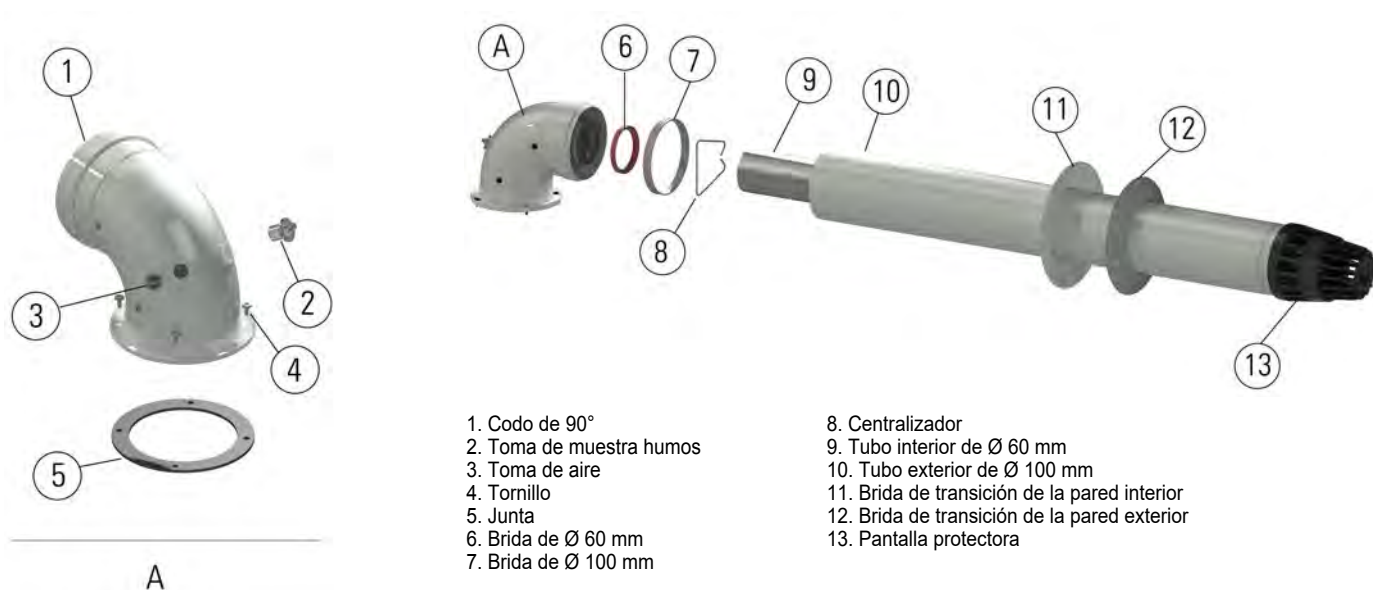

Ilustración 2.10. Conjunto de extracción de humos horizontal concéntrico
- Atornille la brida debajo del codo (1) como se indica en la Ilustración 2.10, dentro de los orificios de la caldera, mediante la junta de la brida (5) y los tornillos de conexión de la brida (4).
- Las 2 bridas de sellado (6) (7) suministradas con el conjunto de tubos de extracción herméticos se colocan en las ranuras del tubo interior en ambos extremos del codo de 90°.
- Conecte la brida de la pared exterior (EPDM) (12) al terminal del tubo de extracción para agrupar el terminal de salida del tubo de extracción. Introduzca la brida de conexión de la pared interior (11) en el terminal del tubo de extracción después de pasar el terminal de salida del tubo de extracción a través de la parte exterior de la pared y el orificio previamente taladrado. Después, selle la conexión ajustando con fuerza el codo de 90° al tubo de extracción de humos. Finalmente, complete la instalación del tubo de extracción apretando la brida de transición de la pared interior y las bridas de transición de la pared exterior de modo que queden la una frente a las otras en el tubo exterior de extracción de humos para garantizar el hermetismo con respecto a la pared.